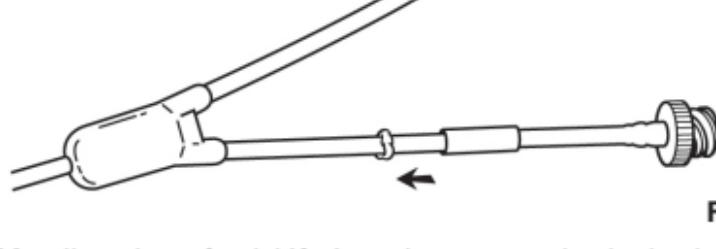

Fig. 14
5. Metalkanylen på udskiftningsslangens ende skydes helt ind i forlængerslangen (fig. 14).